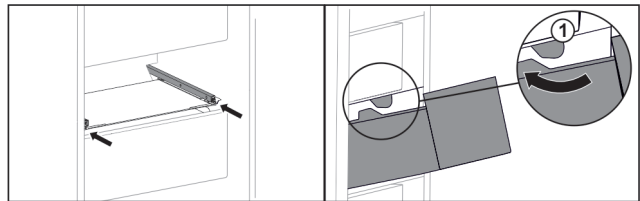

Fig. 160
- ▶ Прокарайте чекмеджето около ограничителите Fig. 160 (1).